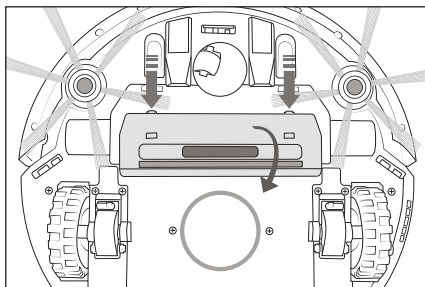

Bild 12
- 1) Tryck in båda upplåsningsknapparna för att lossa locket **20** till sugöppningen **19** och ta av det (se bild 12).